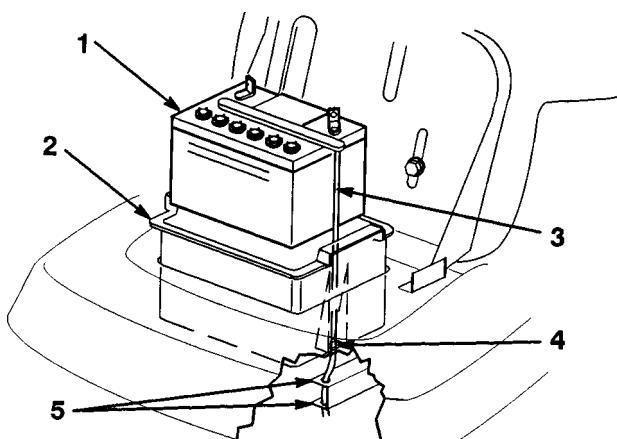

Fig. 20
5. Rimuovete il vaso contenitore della batteria, la batteria ed il tubetto lungo di sfiato dal telaio (Fig. 20).
1. Inserite la batteria nel vaso contenitore, quindi inserite il tubetto di sfiato nella scanalatura ed attraverso la fessura in fondo al vaso contenitore (Fig. 20).
IMPORTANTE: Guardate nella feritoia dove il vaso contenitore della batteria si inserisce nel telaio, ed osservate il foro in fondo all'elemento destro del telaio (Fig. 20). Inserite sempre il tubetto lungo di sfiato della batteria attraverso questo foro per impedire che l'acido della batteria non corrod় il trattorino o il tosaerba.
2. Montate il vaso contenitore della batteria e la batteria nel telaio (Fig. 20). Verificate che l'estremità del tubetto di sfiato venga inserita nel foro del telaio (Fig. 20).